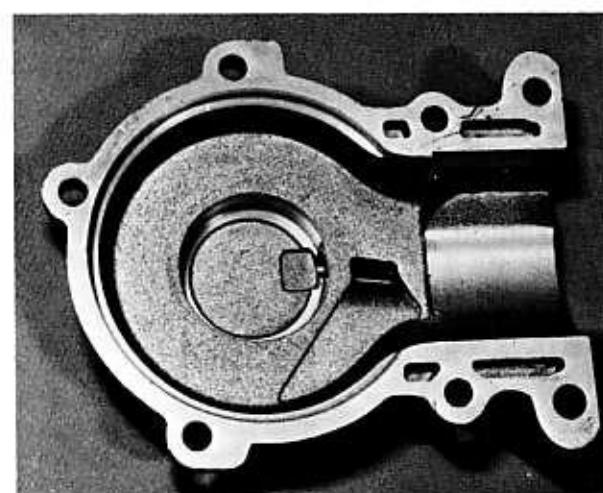

Bild 33
- Den kleineren Gehäuseteil in einem Ofen auf etwa 100 °C erwärmen, so dass er leicht über das Lager gleitet (Bild 33). Eine neue Dichtung auf die Dichtfläche des grösseren Gehäuseteils legen und